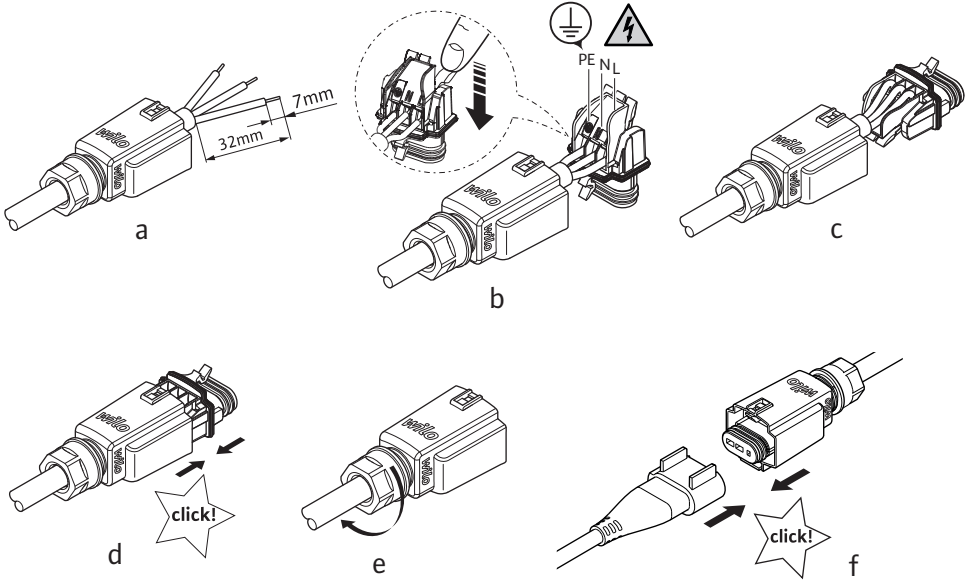

Fig. 1: Wilo-Connector bağlantısı
- Yatay duran ıslak rotorlu pompa motoru (Fig. 1, poz. 2) ile mekanik gerilimsiz montaj yapılmalıdır.
- Tüm kondens suyu çıkış deliklerini (Fig. 1, poz. 3) açık bırakın.
- Kablonun fişini, yerine oturana kadar şebeke prizine (Fig. 1, poz. 11) sokun.
- Etkin karakteristik eğrinin 7 segmentli LED ile gösterimi (Fig. 1, poz. 10):
- Seçilen kontrol modunun LED'i (Fig. 1, poz. 9) her 1 saniyede bir sürekli olarak yanıp söner.